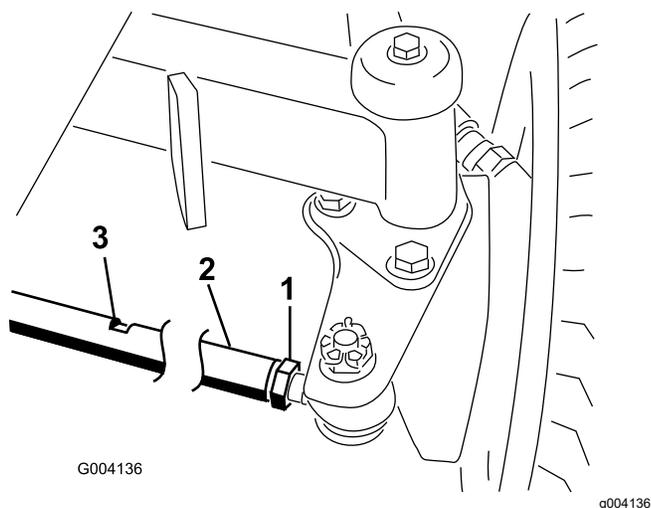

Рисунок 140
1. Ослабьте контргайку с каждой стороны соединительной тяги (Рисунок 140).